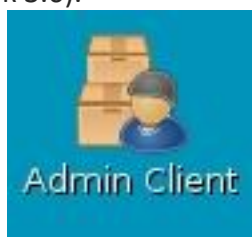
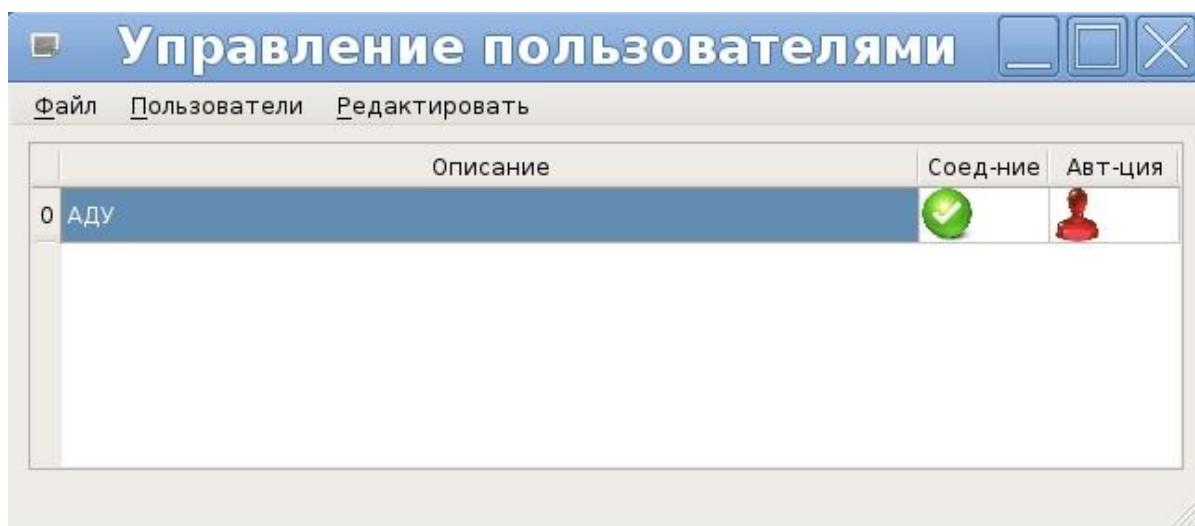

Рисунок 3.5 – Ярлык “Admin Client”
Рисунок 3.6 – Главное окно программы “Управление пользователями”
3.7.2 Запустите программу “Управление пользователями” с помощью ярлыка “Admin Client” на рабочем столе АДУ (рисунок 3.5). На экране отобразится главное окно программы “Управление пользователями” (рисунок 3.6).